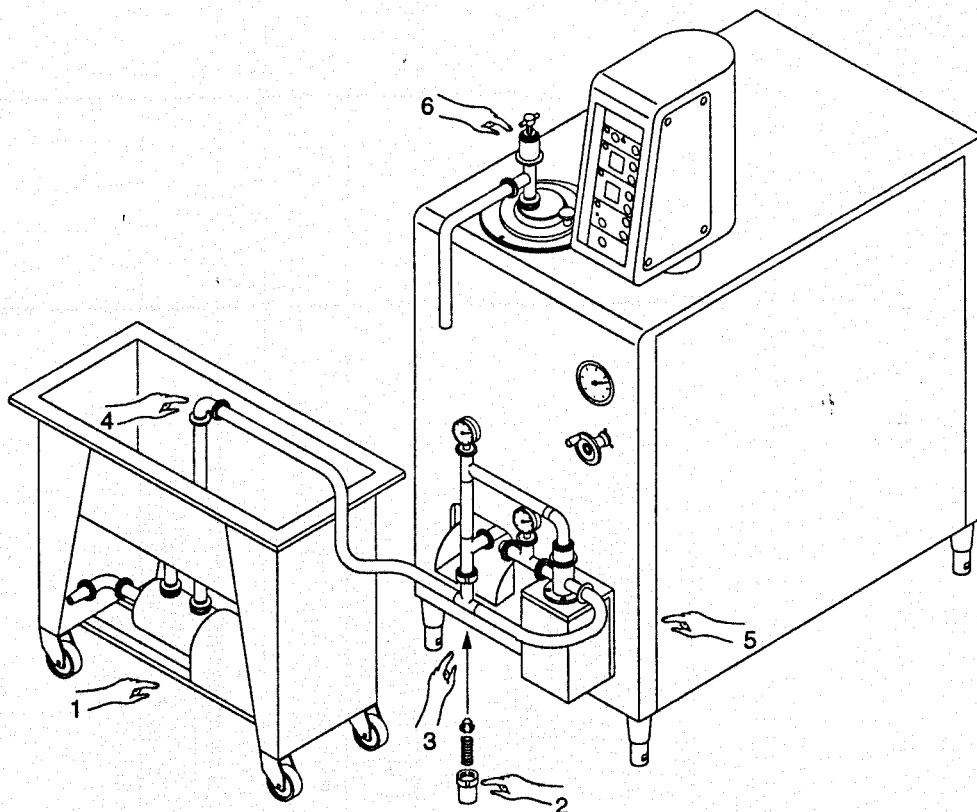

Fig.6.10
- 1 - In un apposito recipiente (ad esempio nella vasca di lavaggio Hoyer con pompa incorporata (Part.1, Fig.6.10)), aggiungere una soluzione di lavaggio ad una temperatura opportuna. (vedere programma di lavaggio pag.6.12)
- 2 - Smontare la valvola di sicurezza (Part.2, Fig.6.10); montare il raccordo a T (Part.3, Fig.6.10); collegare lo stesso alla pompa (Part.4, Fig.6.10) e al tubo di ingresso miscela (Part.5, Fig.6.10).
- 3 - Mettere in funzione la pompa di lavaggio e allentare totalmente la valvola di pressione (Part.6, Fig.6.10). Ogni 2/3 minuti avviare la pompa del freezer e l'albero sbattitore per 5-10 secondi.
- 4 - Al termine del programma di lavaggio smontare il raccordo a T (Part.3, Fig.6.10). Rimontare la valvola di sicurezza (Part.2, Fig.6.10).